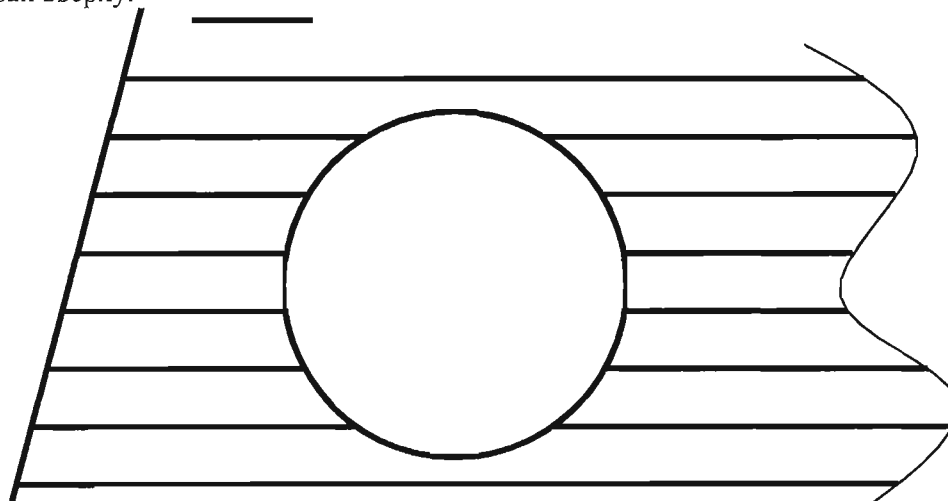

Рис. 7.5. Чертеж к заданию №4
7.2.4. Используя команду **EXTEND** (УДЛИНИТЬ) построить изображение (рис. 7.5). Исходный отрезок показан сверху.